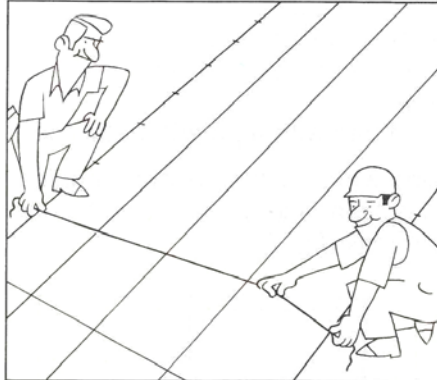

Рис. 8
4.2.2. В соответствии со схемой с помощью рулетки и мела наметьте центры расположения крепежей клеммфикс (рис.8).